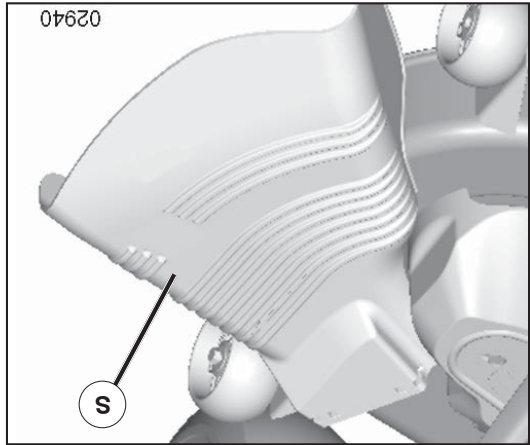

Fig. 11
**ATTENTION:** N'utilisez pas la tondeuse sans le déflecteur ou sans le ramasse-herbe (S) s'il y a lieu. (Voir La Fig. 11)